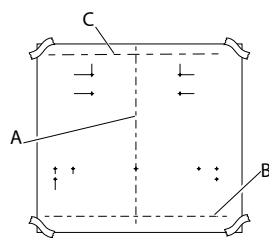

Fig. 2
3. Corte la línea delimitante de la plantilla y colóquela en la pared, alineando la línea base y la línea central con las marcadas en la pared, péguela con cinta adhesiva. (Fig. 2)